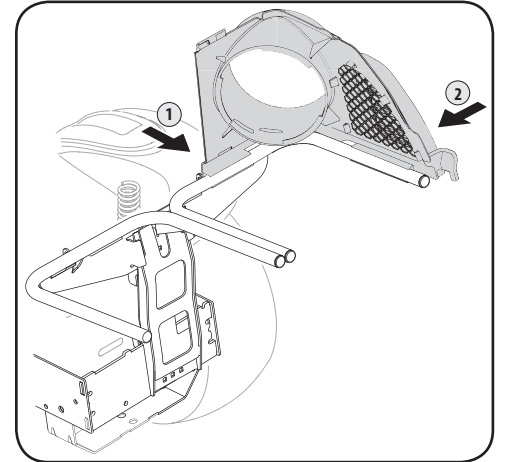

Figura 4-12
1. Incline el frente del soporte del canal superior ligeramente hacia adelante y ajuste a presión el pestillo del lado frontal al riel, como se indica en (1) de la Figura 4-12. Deslice el broche detrás de la lengüeta.
2. Calce a presión el soporte del canal superior colocando primero la porción lateral sobre el riel de soporte de la embolsadora. Consulte (2) en la Figura 4-12.